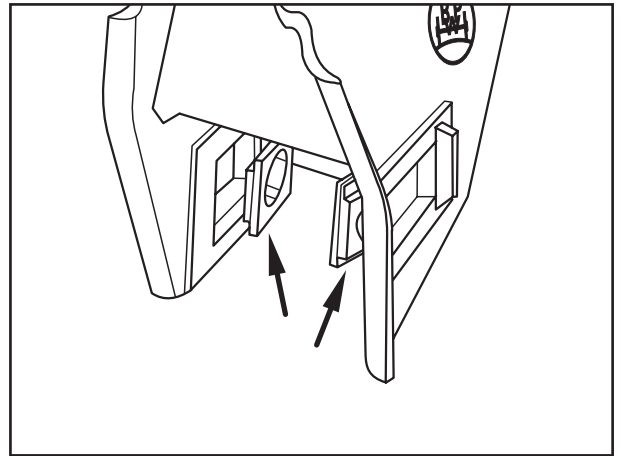

Fig. 15
- [23] Bei Ausführung bis 2001 die Gleitflächen der Gleitstücke mit Fett bestreichen und rechts und links fluchtend in die Stütze einsetzen (Fig. 15).
- [23] In the version up to 2001, apply grease to the sliding surfaces of the sliders and insert into the hanger bracket on the left and right until flush (Fig. 15).
- [23] Pour la version jusqu'à 2001, graisser la surface des pièces de glissement et insérer ces dernières en alignement dans la main à gauche et à droite (Fig. 15).